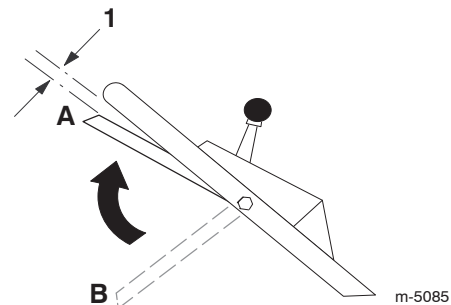

Figura 16
9. Levante la barra de control de la cuchilla hasta unos 2,5 cm por debajo del manillar; consulte la posición A de la Figura 16.